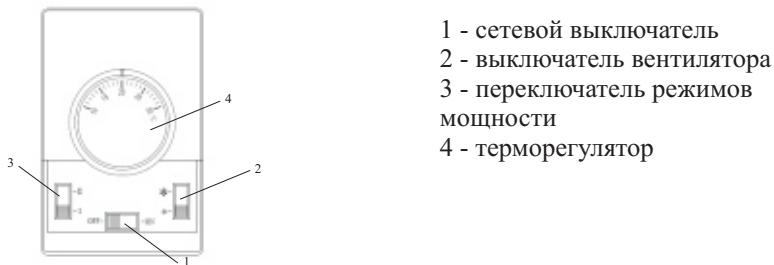

Рис. 1. Пульт управления
5.3 Управление завесой осуществляется с выносного пульта управления (см. Рис.1). Пульт управления позволяет поддерживать необходимую температуру воздуха вблизи проема и регулировать тепловую мощность завесы.
- разметьте и просверлите отверстия в стене (установочные и габаритные размеры завесы см. рис.1 Приложения);